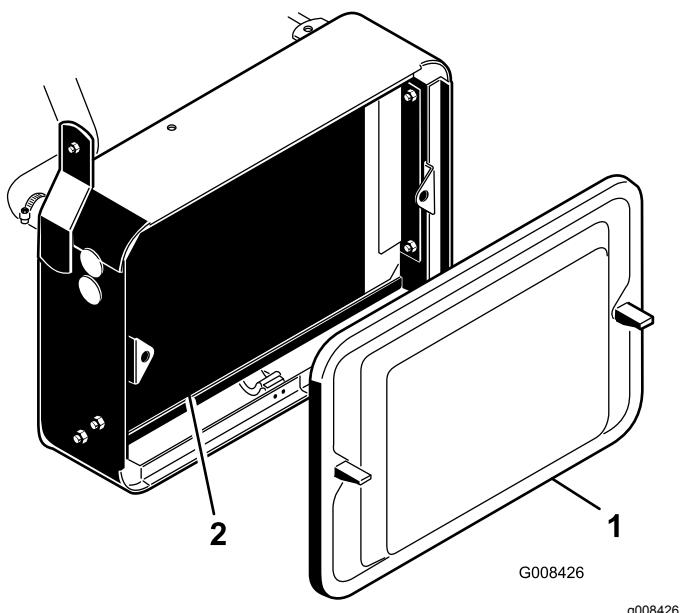

Figure 43
- Retirez l'écran du radiateur (Figure 43).